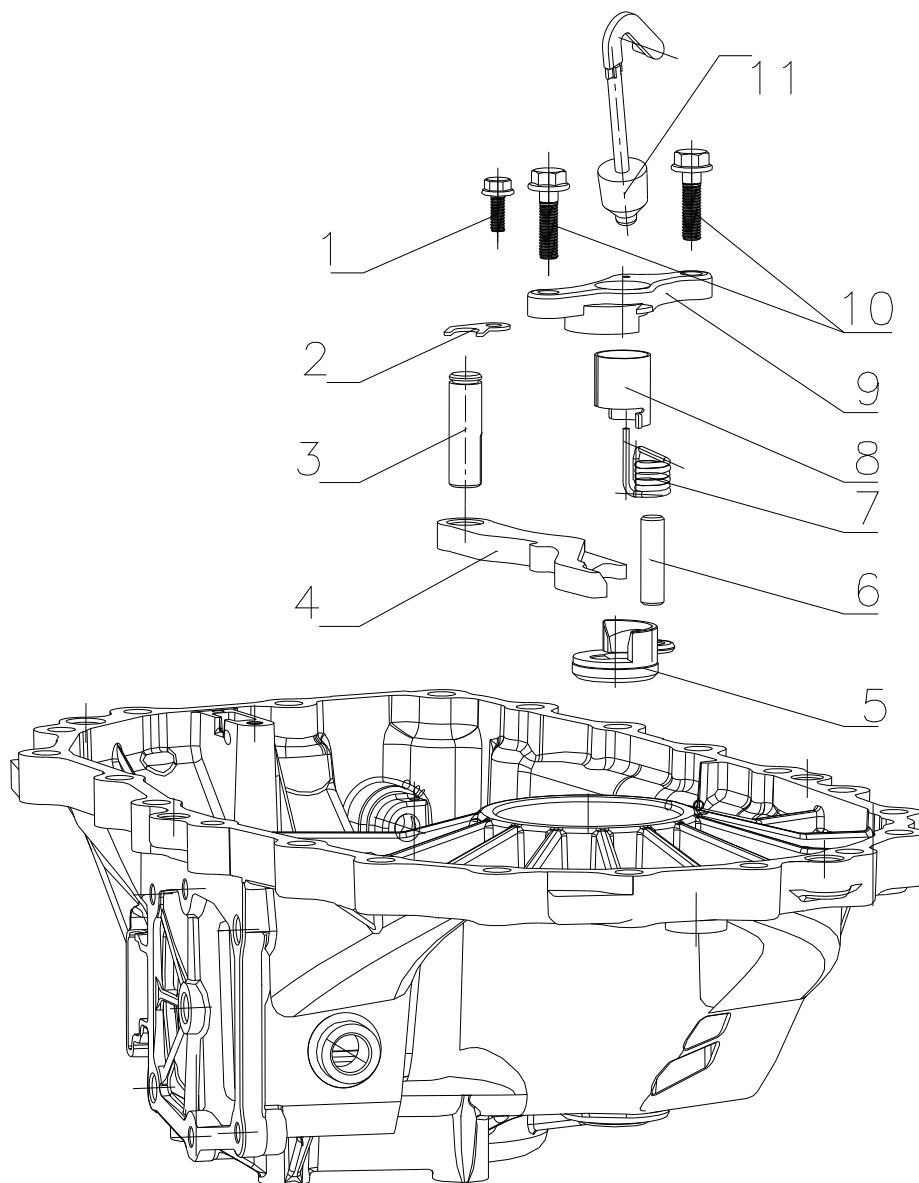

图16
d) 拧开用于固定导向固定套 (6) 的 M8X30 六角法兰面螺栓 (5) 和用于固定卡爪轴压板 (2) 的 M6X16 六角法兰面螺栓, 从后箱体中分别取出卡爪轴压板 (2)、卡爪轴 (3)、卡爪 (4)、导向套固定板 (6)、导向套 (7)、扭簧 (8)、圆柱销 (9)、P 档支座 (10)、推杆组件 (11), 检查相应的零部件是否有损坏, 如果有损坏, 请更换相同规格的零部件; (见图 16)